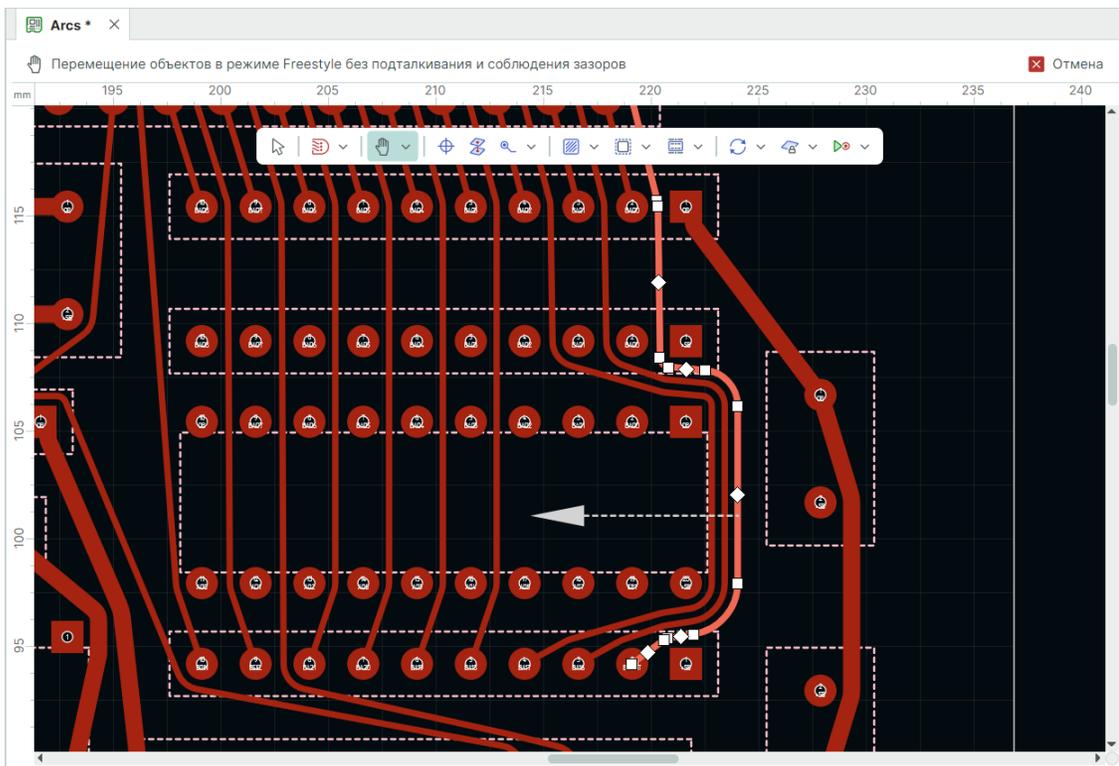

Рис. 446 Определение вектора перемещения проводника в режиме Freestyle
1.2. Выберите точку на проводнике и направление вектора перемещения, см. Рис. 446.